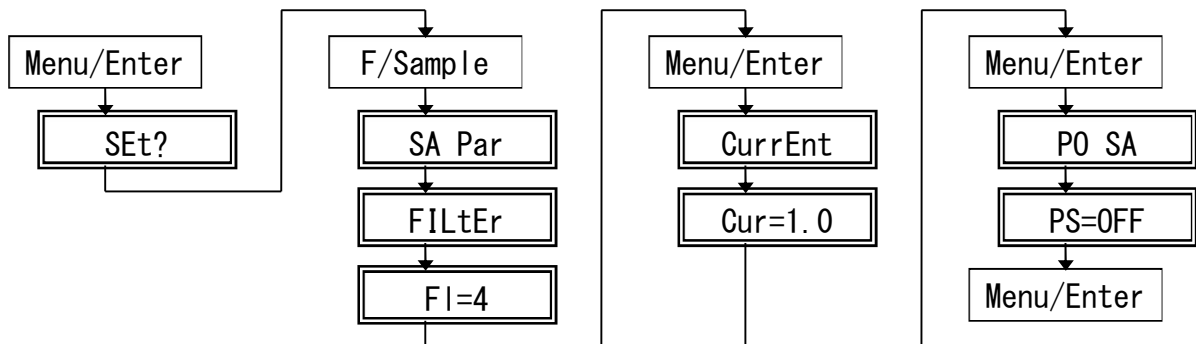

図2 フィルター等設定のフローチャート
- (3) 測定電流は、「測定電流は 1 mA」に設定する。（図 2）